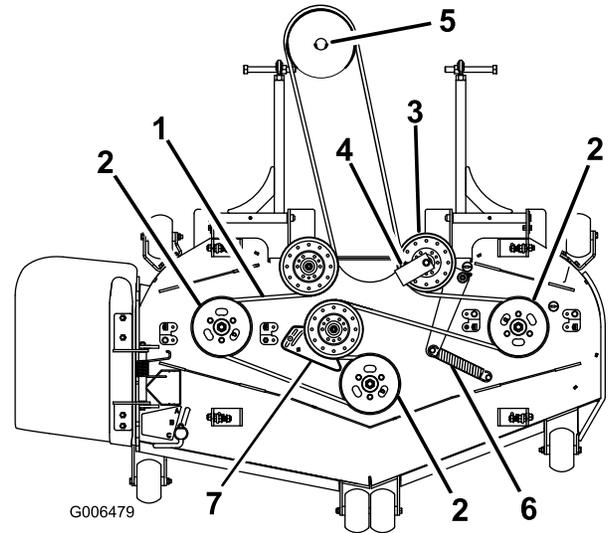
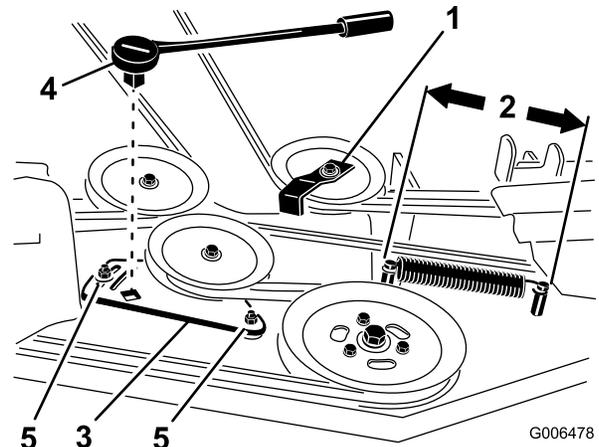

Figura 63
Figura 65
4. Para cortacéspedes de 72 pulgadas, afloje los pernos que sujetan la chapa de la polea tensora (Figura 65).
6. Retire la guía de la correa de la polea tensora tensada con muelle según se muestra en Figura 63 y Figura 65.
8. Pase la correa nueva alrededor de las poleas del cortacésped y de la polea de la caja de engranajes, debajo del motor (Figura 63).
9. Instale la guía de la correa en la polea tensora tensada con muelle con un ángulo de 45 grados, como muestra Figura 63 y Figura 65. Apriete el perno a 37–45 Nm (27–33 pies-libra).
10. Instale el muelle tensor en los dos postes (Figura 63 y Figura 65).
4. Mida la longitud del muelle (Figura 65). Si la longitud del muelle es de una distancia de 25,4 a 26,0 cm (10 a 10-1/4 pulgadas) entre los postes, no se necesita ningún ajuste.
5. Afloje los pernos que sujetan la chapa de la polea tensora (Figura 65).
6. Introduzca una llave de carraca en el taladro cuadrado de la chapa de la polea tensora del cortacésped para ajustar la tensión (Figura 65).
7. Gire la llave de carraca para desplazar la chapa de la polea tensora hasta obtener una distancia de 25,4 a 26,0 cm (10 a 10-1/4 pulgadas) entre los postes, según se muestra en Figura 65.
8. Manteniendo la tensión de la correa y la longitud del muelle, apriete los pernos que fijan la chapa de la polea tensora (Figura 65).